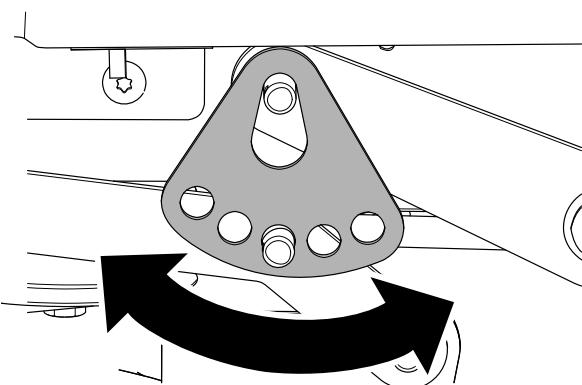

Figura 67
7. Ruotate la piastra dell'altezza di taglio a un foro differente, in modo tale che supporti il peso del piatto di taglio dopo l'installazione della piastra (Figura 67).
8. Installate la rondella e la coppiglia (Figura 67).